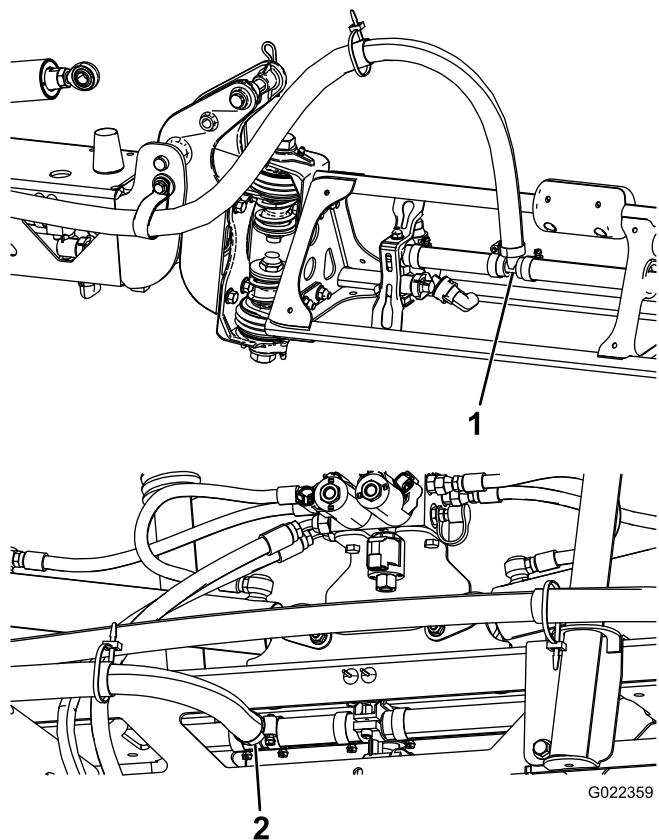

Рисунок 24
Примечание: Нанесите слой жидкого мыла на штуцеры типа «елочка» тройников обоих удлинителей стрел (Рисунок 24).
4. Нанесите слой жидкого мыла на штуцер типа «елочка» тройника средней стрелы (Рисунок 24).
5. Проложите шланг средней стрелы, как показано на Рисунок 24.
6. Подсоедините шланг подачи средней стрелы к штуцеру типа «елочка», на который нанесен слой жидкого мыла, и закрепите его шланговым хомутом (Рисунок 24).